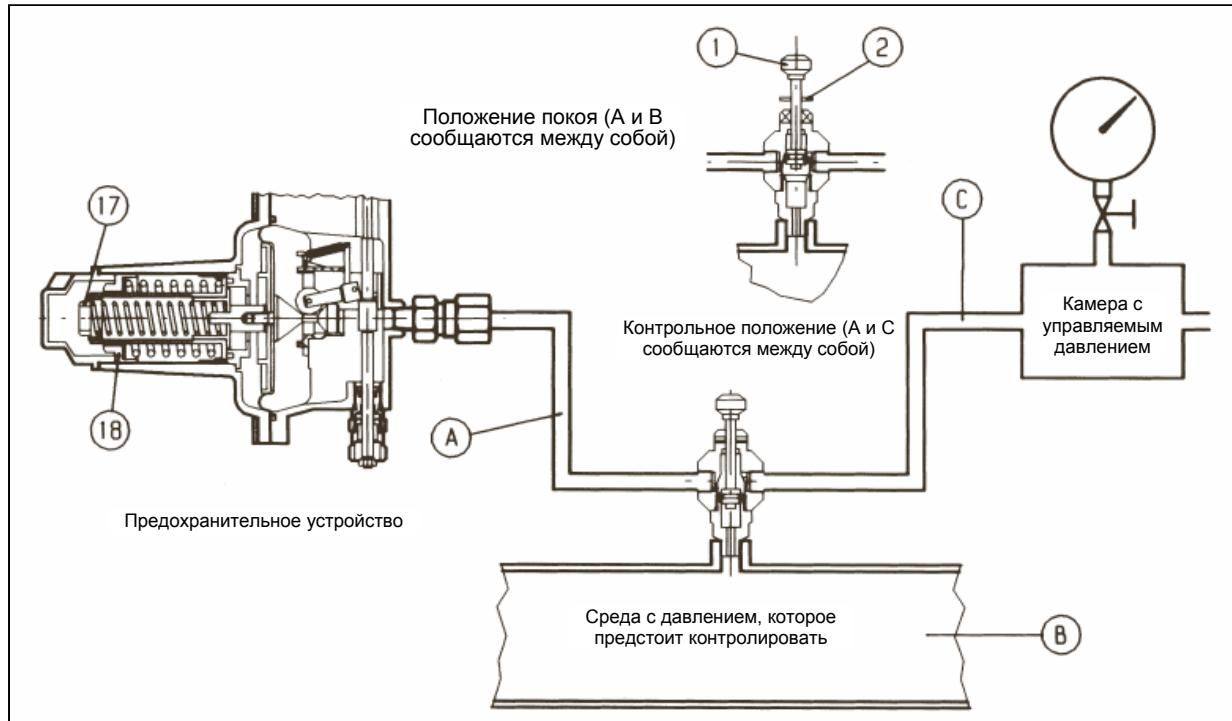

Рис. 16
- A) Для клапана-автомата, подключенного к низлежащему трубопроводу через промежуточный трехходовой девиаторный нажимной клапан 11, выполните следующее (см. Рис.16):
- A) Для клапана-автомата, подключенного к низлежащему трубопроводу через промежуточный трехходовой девиаторный нажимной клапан 11, выполните следующее (см. Рис. 16):